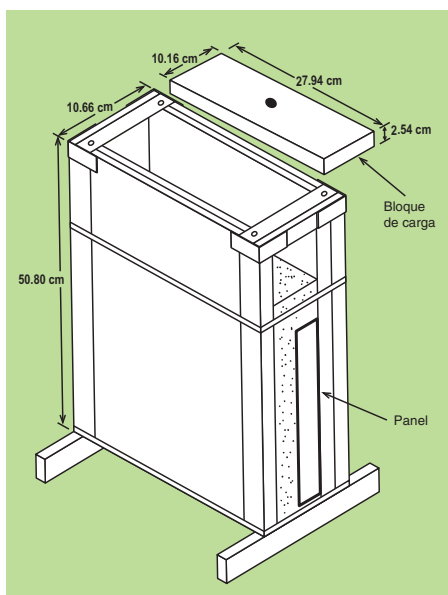

Figura 5
2. Ensayo de la Caja de Suelo. Aun más cercana a la realidad está la caja de suelo desarrollada por John Fleckenstein del Centro de Transporte de Kentucky. La caja de ensayo simula la condición de zanja en ancho, profundidad, colocación de la tubería de panel y material de relleno (ver Figura 5).